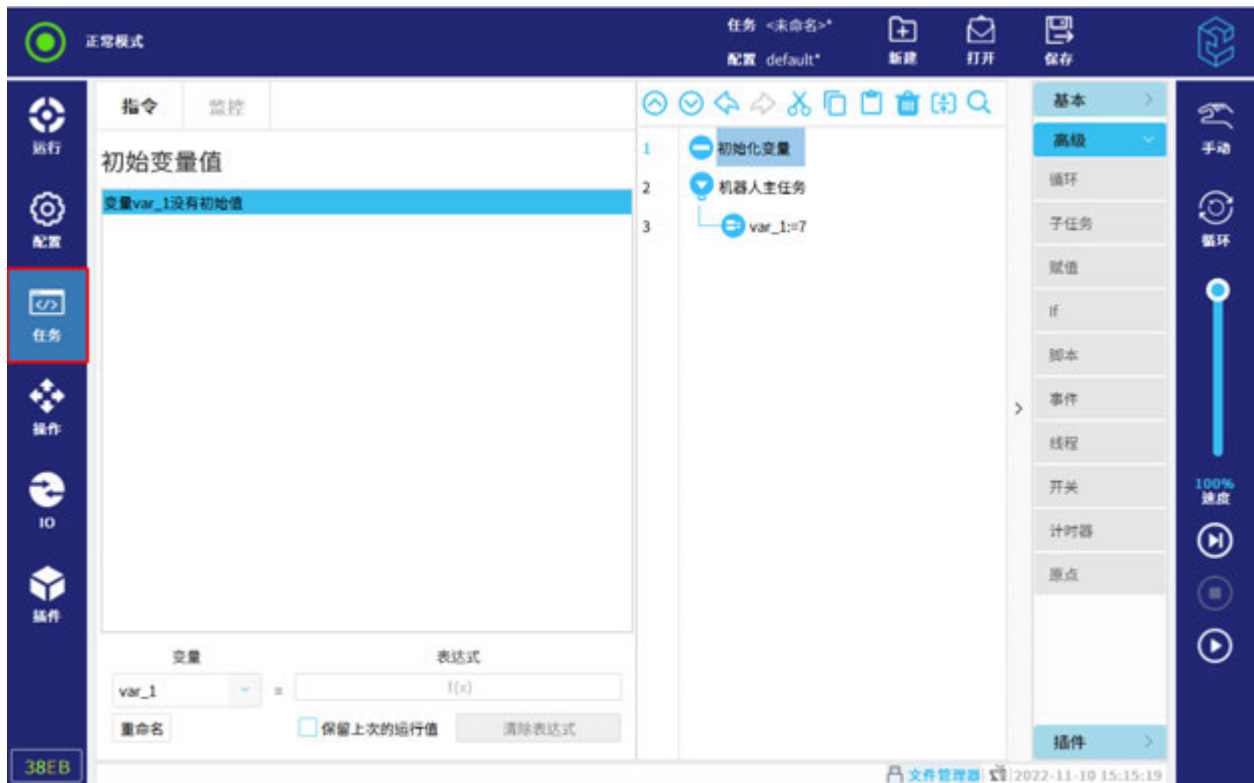

図 12-5 初期変数画面の選定
1. ユーザは「変数」プルダウンリストから変数を選定する、初期の変数セレクトボックスから変数を図 12-5 に示すように選定してもよい。